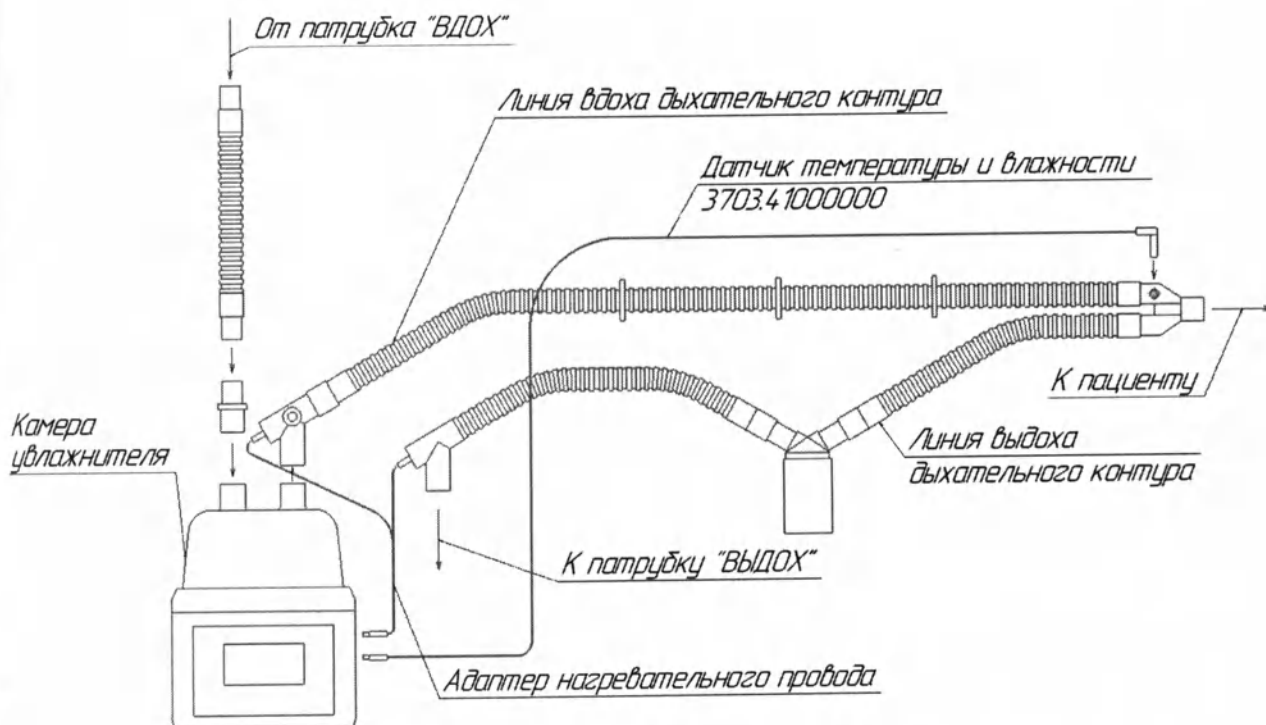

Рисунок 6 – Схема сборки увлажнителя
5) Присоедините к входному отверстию камеры увлажнителя шланг для подачи газа от аппарата ИВЛ или ингалятора, входящий в комплект дыхательного контура (рисунок 6).
9) При работе с датчиком температуры и влажности 3703.41000000 подключите вилку кабеля датчика температуры/влажности к соответствующему разъёму увлажнителя (рисунок 2). Вставьте датчик температуры и влажности в температурный порт тройника пациента (рисунок 6).